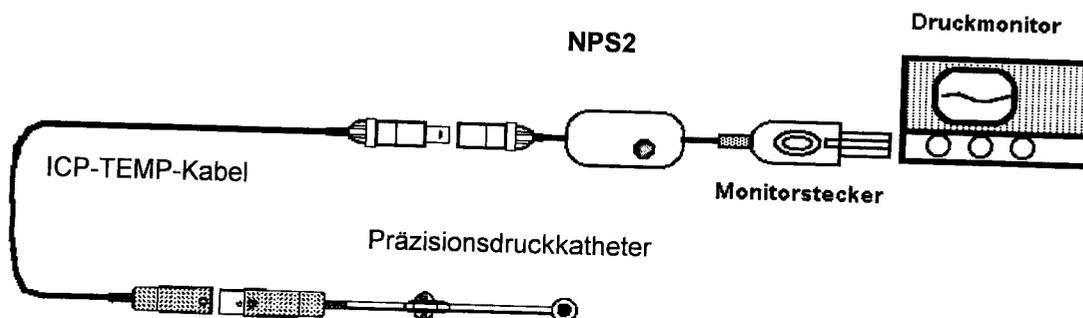

Abbildung 1: Anschluss Präzisionsdruckkatheter
- Verbinden des implantierten Präzisionsdruckkatheters mit dem ICP-TEMP-Kabel, dem Nullpunktmodul NPS2 sowie dem jeweiligen Druckmonitor entsprechend Abbildung 1.